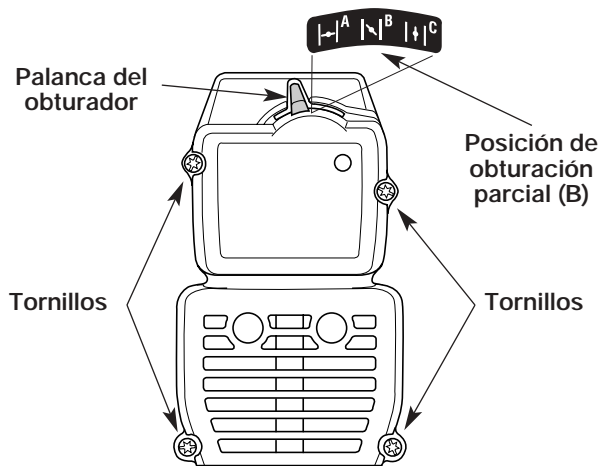

Fig. 21
1. Coloque la palanca del obturador en posición de obturación **PARCIAL (B)**.
**NOTA:** La palanca del obturador debe estar en posición de obturación **PARCIAL (B)** (Fig. 21) para sacar la cubierta del silenciador / filtro de aire.
2. Saque los cuatro (4) tornillos que sostienen la cubierta del silenciador / filtro de aire (Fig. 21). Use un destornillador de vástago plano o de broca Torx N° T20.
2. Inserte los cuatro (4) tornillos en los orificios de la cubierta del silenciador / filtro de aire (Fig. 21) y ajústelos. **No los ajuste demasiado.**